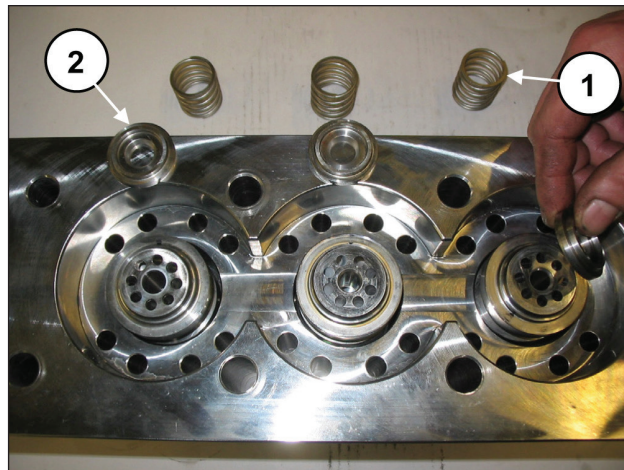

Abb. 103
Achten Sie beim Ausbau der Buchsen darauf, nicht die Ventilsfeder und die Flachventile zu verlieren (Pos. ① und ②, Abb. 103), da diese nur eingelegt sind und herausfallen können.